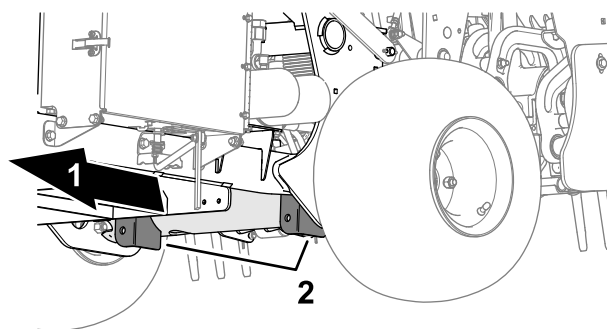

図 128
3. 後ホイールのすぐ内側にあるフレームプレートの下にジャッキを確実に置く **図 128**。